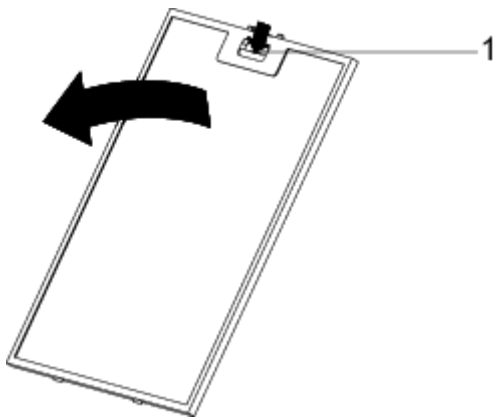

Fig. 8:
- Presione la pestaña del filtro de aluminio (1) y tire del filtro de aluminio en la dirección de la flecha (Fig. 8).